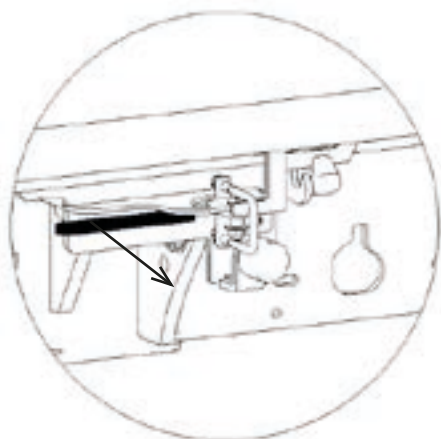

Figure 4
- 1- Tirer sur la poignée de la sauterelle (figure 4)